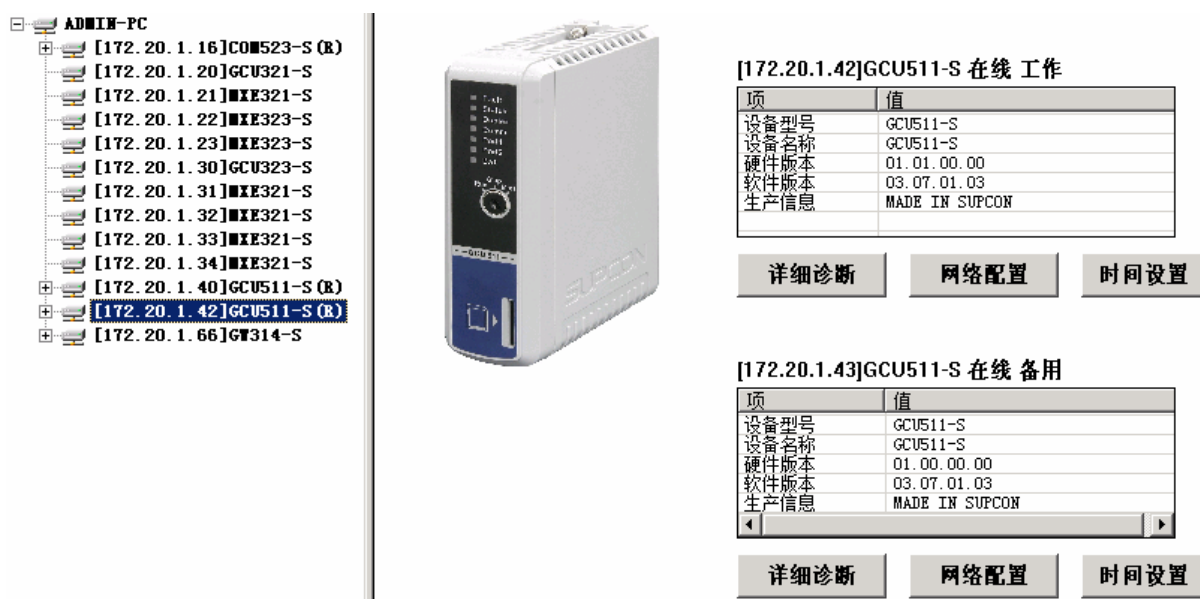

图 2-7 网络设备扫描界面
- 2) 运行GCSManager.exe，扫描网络设备，如图 2-7所示。